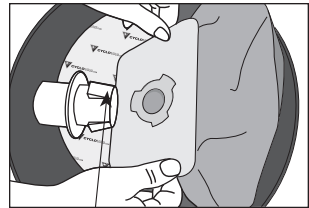

Abbildung 17
3. Geben Sie den neuen Beutel an den richtigen Platz und versichern Sie sich, dass die Einschnitte des Beutels mit den Spitzen des Adapters zusammenpassen (**Abbildung 17**).